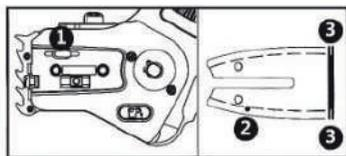

Figure 7
- f) Nettoyez la sortie d'huile (1), l'entrée d'huile (2) et la rainure arrière de la barre (3) avec une brosse douce (Figure 7)